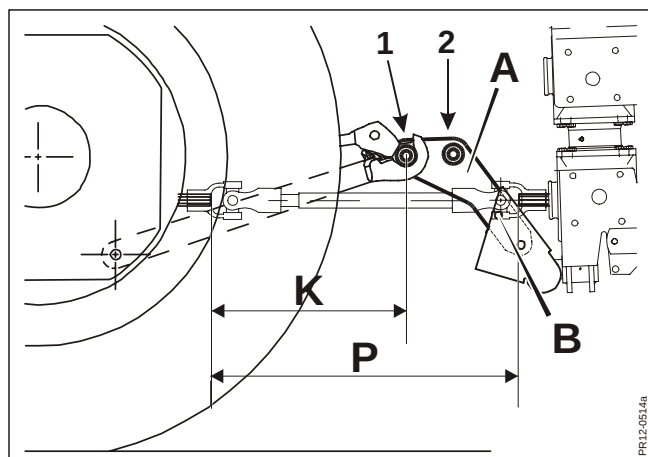

Fig. 2-2
- Fig. 2-2 Forlængerarmene **A** virker som støddæmpere i TopSafe systemet, som er standard på maskinen. På forlængerarmene er der to muligheder for placeringen af træktappe, afhængig af om der er korte eller lange liftarme på traktoren.
- Fig. 2-2 **KORTE LIFTARME:**